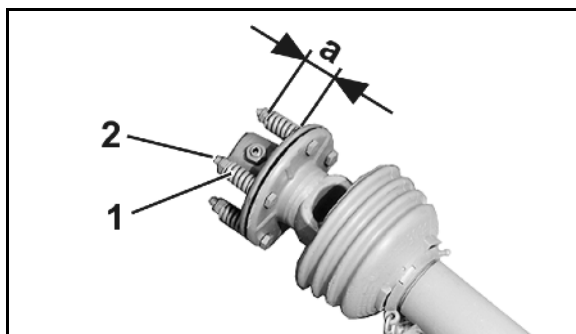

Fig. 92
2. Detensionați arcurile (Fig. 92/1) prin desfacerea piulițelor (Fig. 92/2).